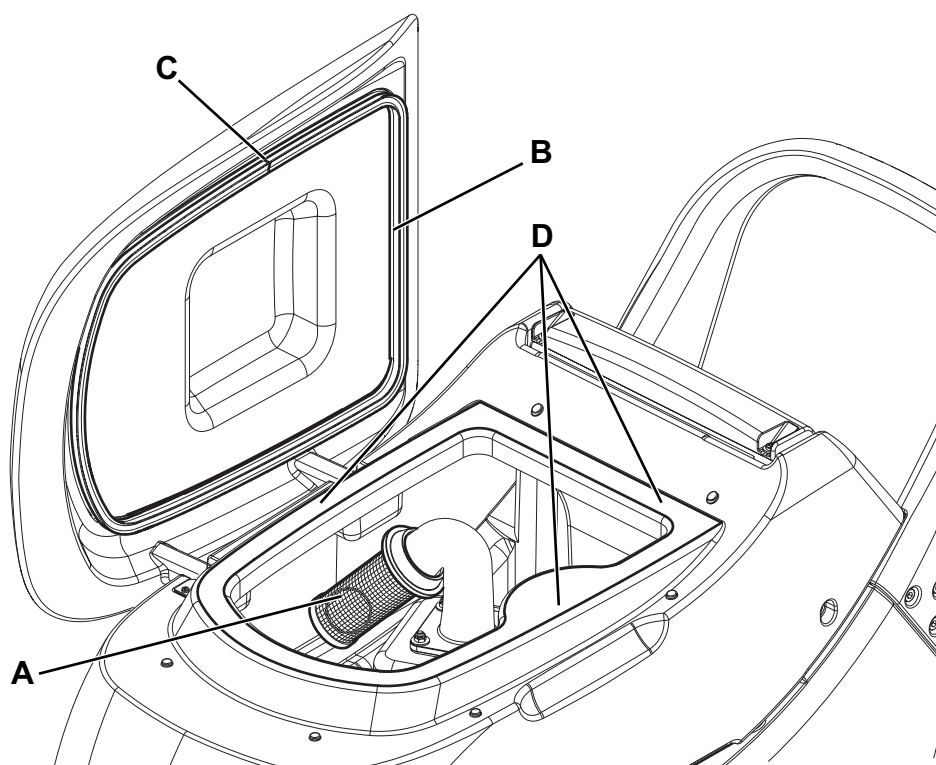

Figure 8
2. Contrôler que les interrupteurs (41 et 42) sont en position "0" et débrancher le connecteur de la batterie (8).
3. Vider l'eau des réservoirs (15 et 16) à l'aide du tuyau de vidange (11) et du tuyau (12).
4. Ouvrir le couvercle (17), nettoyer et laver à l'eau propre le couvercle, les réservoirs et la grille d'aspiration (30).
5. Si besoin est, dégager la grille (A, Fig. 8), puis la nettoyer avec soin et installer à nouveau.
6. Contrôler l'intégrité du joint d'étanchéité (B) du couvercle du réservoir de l'eau de récupération.